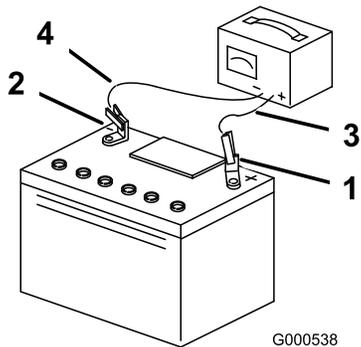

図 53
5. 充電が終わったら、チャージャのプラグをコンセントから抜いてから、チャージャのリード線をバッテリー端子から外す 図 53。